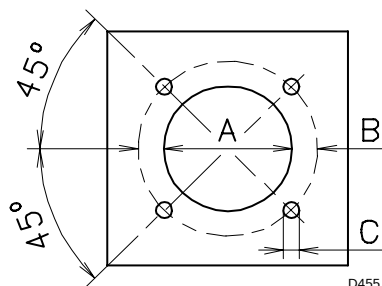

图 6
- 制造年份 (C)；
- 序列号 (D)；
- 电源输入功率 (E)；
- 使用的燃料型号和相应的供给压力 (F)；
5.3 锅炉法兰 (图 6)